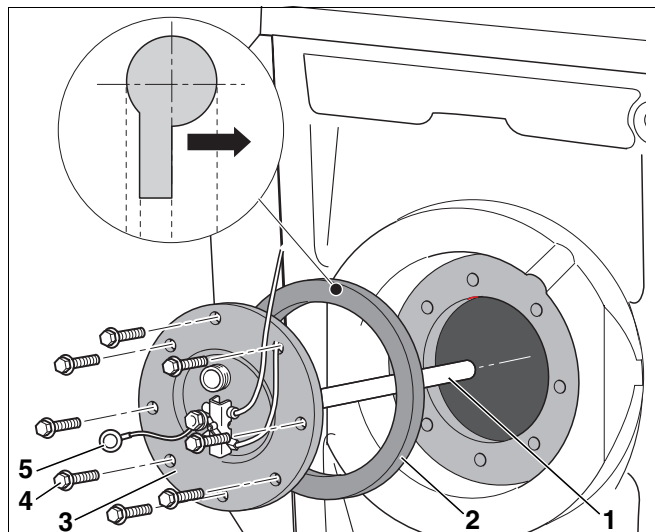

Рис. 18 Установка магниевых анодов
- Установить магниевый анод (рис. 18, поз. 1) с крышкой люка.
- Мы рекомендуем после чистки установить новое уплотнение крышки люка (рис. 18, поз. 2), чтобы избежать появления неплотностей в баке.
- Рукой закрутить болты (рис. 18, поз. 4) на крышке люка.
- Установить ушко заземляющего провода (рис. 18, поз. 5), затянуть болт с зубчатой шайбой.
- При креплении ушка заземляющего провода (рис. 18, поз. 5) болтом на крышке люка необходимо обеспечить хорошую проводимость тока, чтобы не нарушить функцию магниевых анодов.
- Затем затянуть болты (рис. 18, поз. 4) гаечным ключом на три четверти оборота (что соответствует рекомендуемому моменту затяжки 40 Нм).